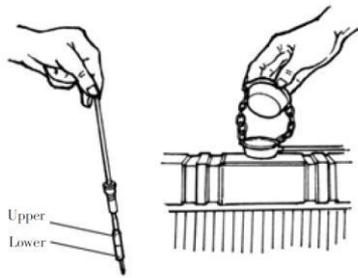

Fig2-6 Check coolant and lubricant level
3.1.1 Перевірте рівень охолоджувальної рідини та додайте достатньо охолоджувальної води (див. рис. 2-6 – рис. 2-6).